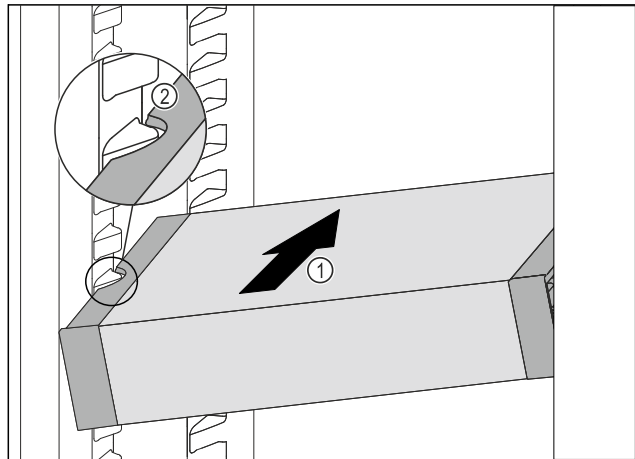

Fig. 105
- ▶ Вставити висувний ящик VarioSafe під кутом в охолоджувальне відділення Fig. 105 (1), доки бокові поглиблення Fig. 105 (2) VarioSafe не будуть розташовуватися на рівні ребра для ємності в охолоджувальному відділенні.